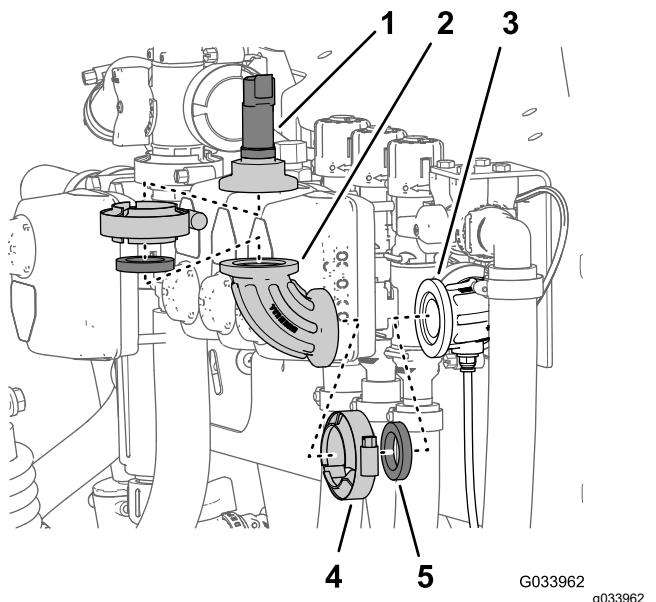

Figura 10
2. Retire la brida de fijación que sujeta el transductor de presión al acoplamiento de 90° Figura 10 y retire el transductor, la junta y la brida de fijación () .
el acoplamiento de 90°, la junta y la brida de fijación (Figura 10)